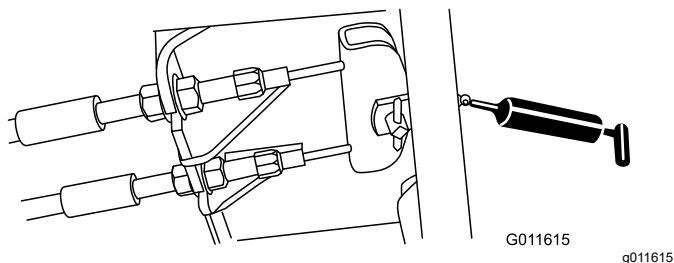

Рисунок 77
- Педаль тормоза (1 шт.) (Рисунок 77)